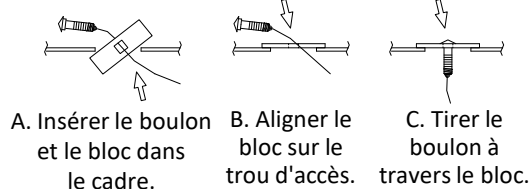

Figure 2
7. Fils de tirage côté passager : Attacher les articles ① et ② à l'article ⑤ et suivre les instructions de la Figure 2. Laisser l'article ⑤ attaché jusqu'à ce que l'attelage soit soulevé en position.
- Modèles fabriqués aux États-Unis : Fixer l'attelage sur le véhicule à l'aide des boulons 10 mm fournis, article ⑥ (4 au total) et des rondelles coniques 7/16 po, article ③ (côté denté vers l'attelage). Retirer le fil de tirage (article ⑤) et attacher soigneusement l'article ③ et ④ à l'article ①.
- Modèles fabriqués en Corée : Fixer l'attelage sur le véhicule à l'aide des boulons 8 mm fournis, article ⑦ (4 au total) et des rondelles coniques 3/8 po, article ⑧ (côté denté vers l'attelage). Retirer le fil de tirage (article ⑤) et attacher soigneusement l'article ③ et ④ à l'article ①.